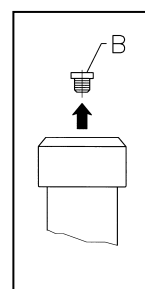

Fig. 3
5. Pump forsigtigt med fodpedalen, indtil der kommer olie op i hullet på løfte cylinderen (se Fig. 3).